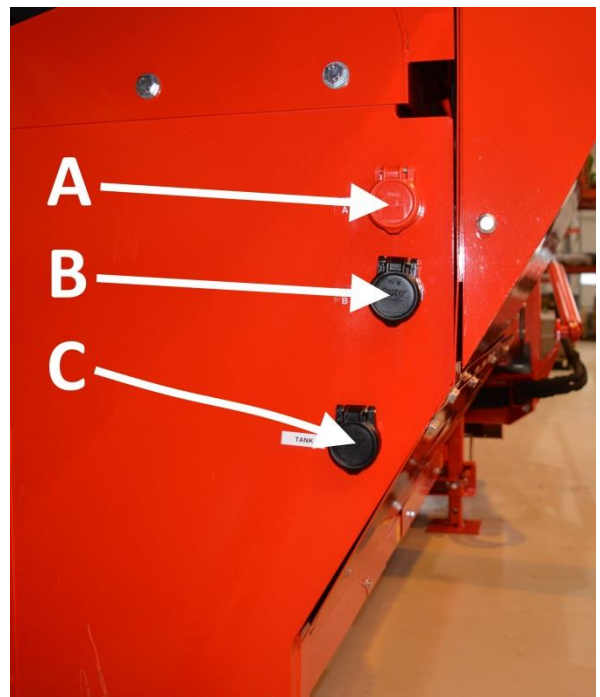

Bild 18.
1. Koppla hjälphydrauliken (t.ex. vid användning av HakkiFeed 472-stockbordets sidoflyttare) genom att trycka in hjälputrustningens hydraulslangar i snabbkopplingarna på bild 18: